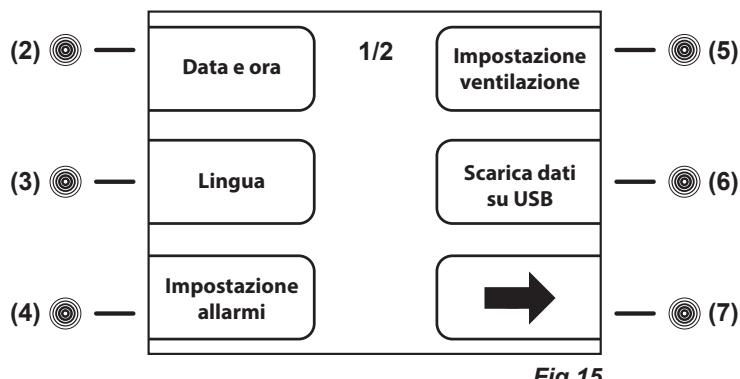

Fig.15
Per aprire il menù setting premere il tasto **touch (7)** dal Menù Principale. Si accede così alla prima pagina del menù (**Fig.15**)
Per accedere alla seconda pagina del menù setting (**Fig.16**), premere il tasto **touch (7)→** del Menù Setting prima pagina (**Fig.15**)
- premere il tasto **touch (7)** per entrare nel menù setting (**Fig.15**)
- premere il tasto **touch (3)** per selezionare il menù LINGUA
- con i tasti i tasti **touch (5)↑** e **(7)↓** scegliere la lingua desiderata e quindi premere il pulsante **INVIO (12)**
8.3.6.2 Impostazione allarmi (tasto touch (4) Fig.15)
Per accedere al menù IMPOSTAZIONE ALLARMI premere il tasto **touch (4)** mentre sul display è presente la prima schermata menù setting (**Fig.15**).
- premere il tasto **touch (4)** per entrare nella schermata IMPOSTAZIONE ALLARME BASSA TEMPERATURA PRODOTTO
- premere i tasti **touch (4)- e (7)+** per diminuire e aumentare il nuovo valore allarme bassa temperatura prodotto
- premere il pulsante **INVIO (12)** per confermare la scelta effettuata quindi premere il pulsante **HOME (10)** per tornare alla schermata principale o il pulsante **ESC (11)** per tornare al menù precedente oppure
- premere il tasto **touch (7)** ed entrare nella schermata IMPOSTAZIONE ALLARME ALTA TEMPERATURA PRODOTTO
- premere i tasti **touch (4)- e (7)+** per diminuire e aumentare il nuovo valore allarme alta temperatura prodotto
- premere il pulsante **INVIO (12)** per confermare la scelta effettuata quindi premere il pulsante **HOME (10)** per tornare alla schermata principale o il pulsante **ESC (11)** per tornare al menù precedente
8.3.6.3 Impostazione ventilazione (tasto touch (5) Fig.15)
Per accedere alla schermata IMPOSTA VENTILAZIONE, premere il tasto **touch (5)** mentre sul display è presente la prima schermata menù setting (*Fig.15*).
- premere i tasti **touch (4)- e (7)+** per selezionare i 3 livelli di ventilazione:
8.3.6.4 Scarica dati USB (tasto touch (6) Fig.15)
- premere il tasto **touch (6)** dalla prima schermata menù setting (*Fig.15*). Si apre la schermata IMPOSTAZIONI USB
- premendo il tasto **touch (5)↑ e touch (6)↓** si scorre l'elenco dei dati che possono essere scaricati
- premere il tasto **touch (4)-** per deselectonare il dato (sulla destra del dato evidenziato comparirà la scritta "no") oppure premere il tasto **touch (7)+** per selezionare il dato (sulla destra del dato evidenziato comparirà la scritta "si")
- premere il pulsante **INVIO (12)** per entrare nella schermata USB
- premere il pulsante **INVIO (12)** per entrare nella schermata DATA E ORA